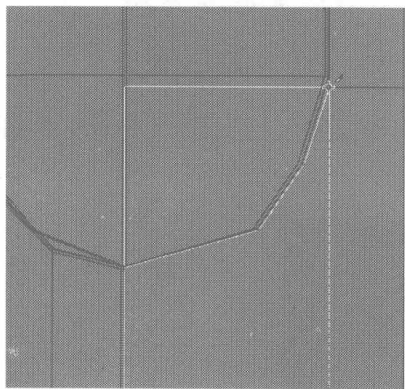
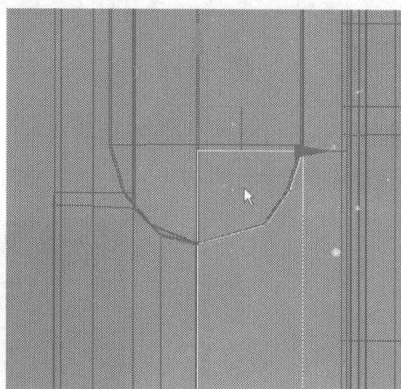

图 4.324
图 4.325
- 08 在 Left 视图中如图 4.324 所示的位置添加细分线，再选择如图 4.325 所示的节点并将其删除，再调整添加的曲线上的节点。